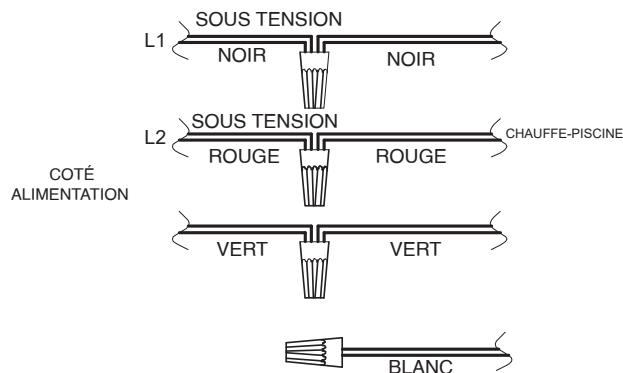

Figure 18. Raccordements à 240 VCA
L'appareil est équipé de série d'un cordon d'alimentation à 3 broches de 120 VCA. Pour une alimentation à 240 VCA, voir **Figure 18**. Le circuit d'alimentation doit être mis à la terre et comporter un disjoncteur différentiel de fuite à la terre.
8. Installez un capuchon de connexion sur le fil blanc du transformateur, voir **Figure 18**.